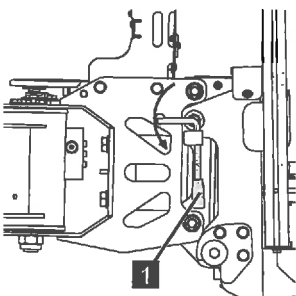

Abb. 159
4. Verriegelungsbolzen (Abb.159/1) um 90° gegen den Uhrzeigersinn drehen, bis er einrastet.